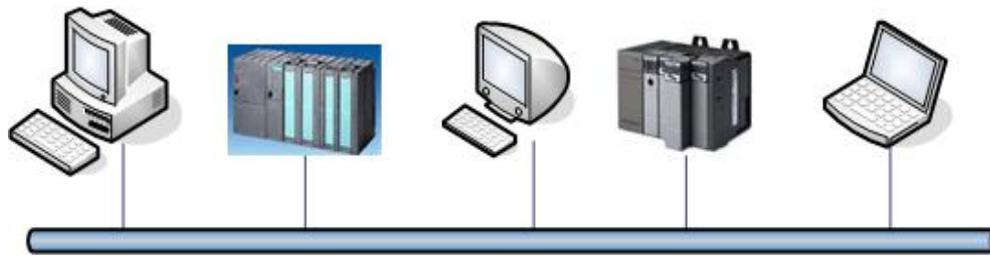

**Figura 7 : Conexión de una red configurada en topología anillo.**
**b) Topología tipo Anillo.-** Este tipo de red está constituido por un conjunto de estaciones conectadas en serie y formando un anillo cerrado. Cada estación está conectada a la red a través de una interface que tiene la función de retransmitir datos que no están destinados a ese nodo, leer los datos destinados a ese nodo e insertar los datos enviados por él, sus características está en la **Tabla 2** y en la **Figura 7** observamos su forma característica de conexión.